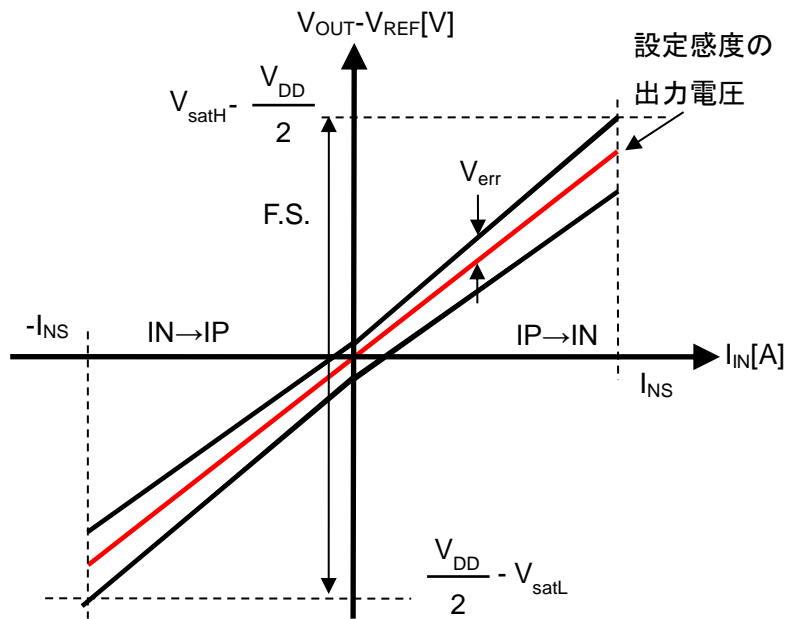

Figure 4. CZ-3706 の総合精度
10.4 総合精度 E_{total} [%F.S.]は以下のように定義します。(Figure.4 参照)